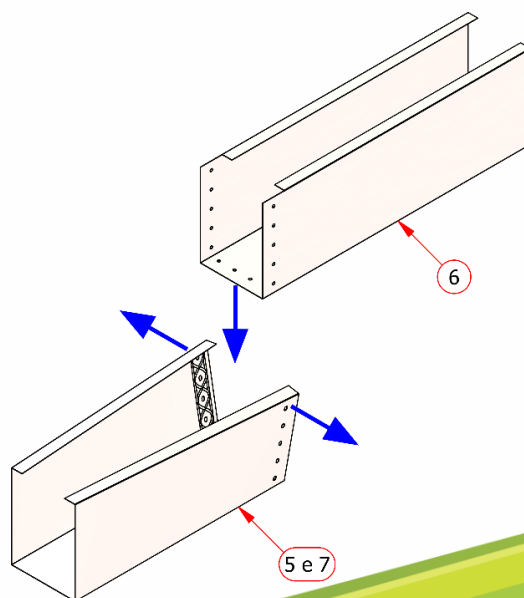

Figura 13
- Flexione levemente a calha externa e insira a calha interna realizando movimento vertical, sempre com os furos alinhados. Assim irá garantir que o veda calha não seja expulso e tenha boa e adequada vedação. Ver figura 13.